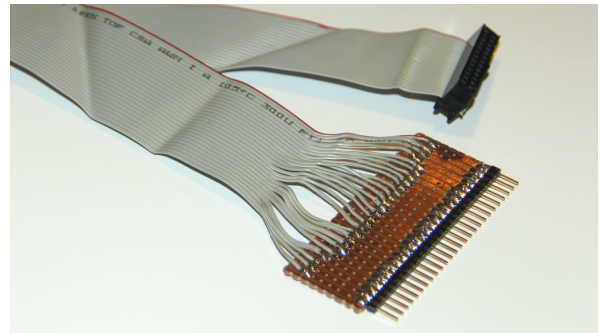

Figura 1: Cable plano con conector DIL
- 1 Conector DIL con cable plano tipo listón para el GPIO de la Raspberry Pi (similar al de un Disco Duro PATA, véase Figura 1)